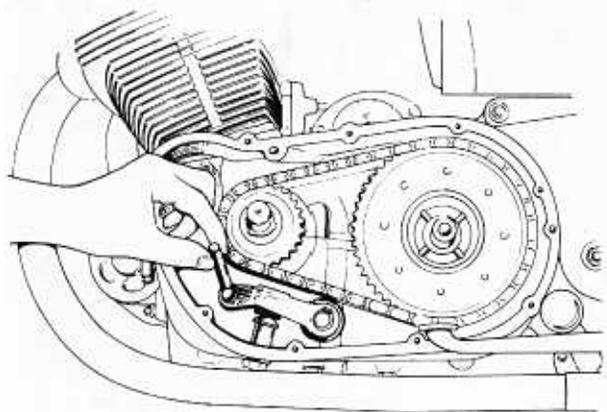
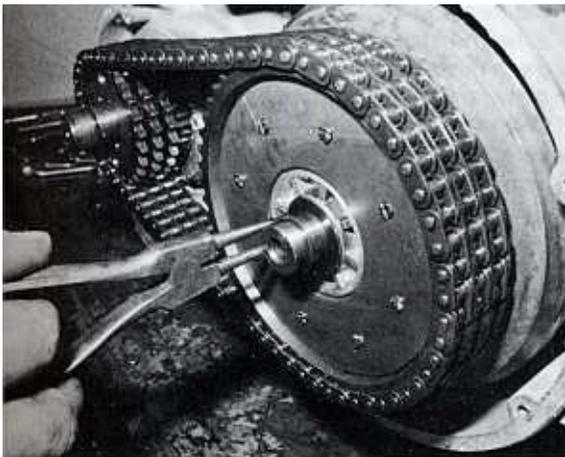

Bild 116
Bild 120
- Den Lagerzapfen des Kettenspanners herausziehen und den Kettenspanner ausbauen (Bild 116). Den Sicherungsring der Kupplungstrommel mit einer Spezialzange für Sicherungsringe lösen und mit der dahinterliegenden Anlaufscheibe abnehmen (Bild 120). Mit beiden Händen gleichzeitig das Kurbelwellenritzel und die Kupplungstrommel mit aufgelegter Primärkette abziehen und ablegen. Die Einstellscheiben vor und hinter der Kupplungstrommel abnehmen und deren Anordnung notieren.